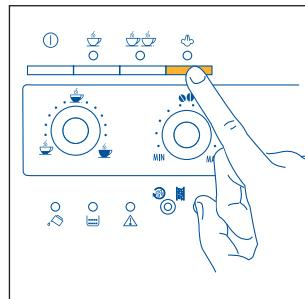
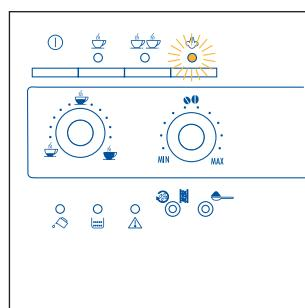

Рис. 21
Рис. 22
- Нажмите кнопку подачи пара, рис. 21. Индикатор  рис. 22, начнет мигать, указывая, что кофеварка разогревается.